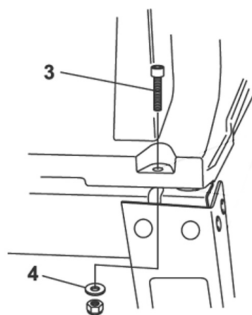

Fig. 3 – Montaje de la estructura de la máquina
Coloque la sierra de mesa sobre la estructura de la máquina ya montada, utilice los pernos (3) y las arandelas (4) y las tuercas, conforme muestra la fig. 3.